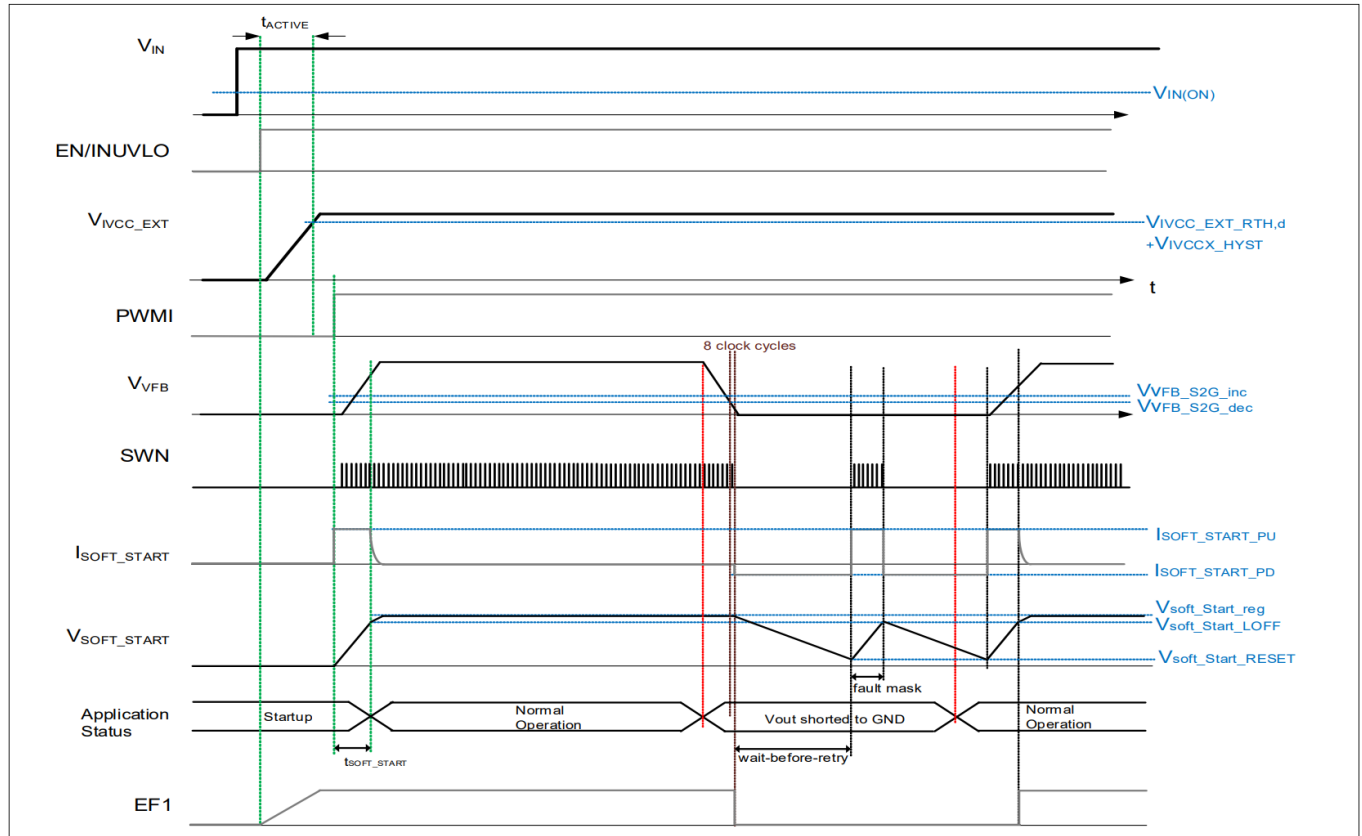

图 8 VFB 引脚检测到短路到地时的软启动时序图
- 故障管理：故障屏蔽和重试前等待时间（图 8 和章节 10.2）
如果检测到负载开路或输出短路，下拉电流源 $I_{SOFT\_START\_PD}$ (P\_6.4.20) 被激活。该电流降低 $V_{SOFT\_START}$  直至达到  $V_{SOFT\_START\_RESET}$ (P\_6.4.22) 。之后，上拉电流源  $I_{SOFT\_START\_PU}$ ( P\_6.4.19) 又导通了。如果在达到 $V_{SOFT\_START\_LOFF}$ (P\_6.4.21) 之前故障条件尚未消除，下拉电流源将再次打开，启动新的循环。在软启动上升时间期间，器件进行切换，在下降时间内，器件停止（图 8）。此打嗝模式将持续，直到故障消除。